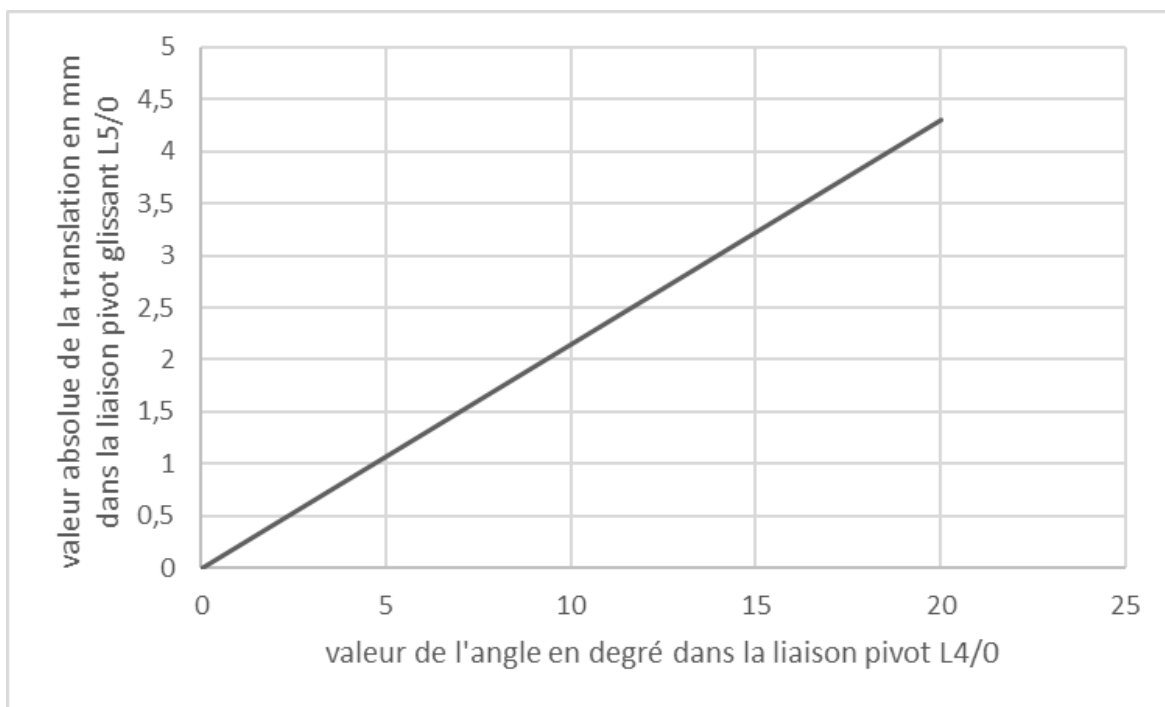

Figure 1.g : loi d'entrée sortie du système came et tête d'aérosol obtenue par un logiciel de simulation mécanique
que  $\frac{\dot{\theta}_{4/0}}{\dot{\theta}_{3/0}} = \frac{1}{4}$  et en tenant compte du schéma cinématique de la figure 1.e.
**Justifier** la valeur ratio du réducteur sur le modèle multiphysique de la figure 1.f.